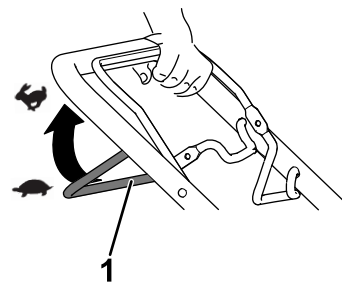

Figure 10
- Pour engager l'autopropulsion, serrez et maintenez la barre d'autopropulsion contre le guidon (Figure 10).